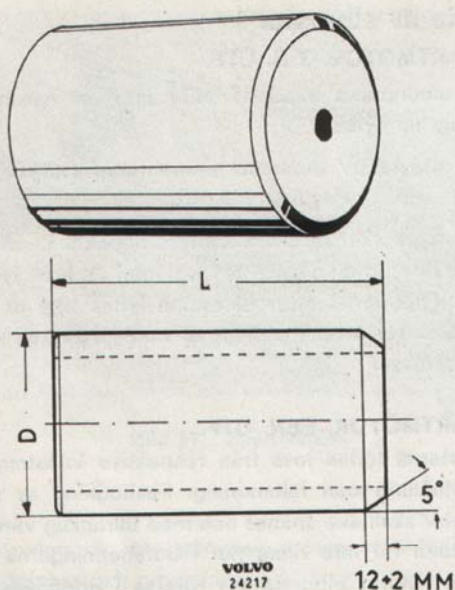

Bild 64. Pressdorn (startmotor EGD)
4. Före montering av nya fältspolar skall dessa värmas något. Placera därefter polskorna på plats i fältspolarna och skjut in dessa i statorn. Drag i polskruvarna helt lätt. Tryck i lämplig pressdorn, mått se bild 64. Lägga upp statorn i uppspänningsbocken och drag fast polskorna.